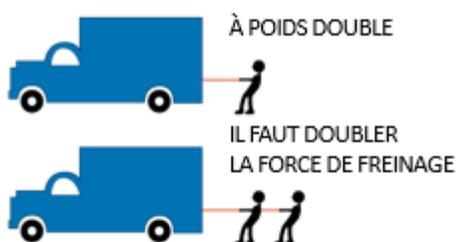

Figure 1
3. **Poids (PNBV).** Un véhicule lourd, même s'il possède une meilleure adhérence, a besoin de plus de temps et de distance pour s'arrêter. Lorsqu'on double son poids, on doit doubler la force et la distance nécessaires (environ) pour immobiliser le véhicule (figure 1).